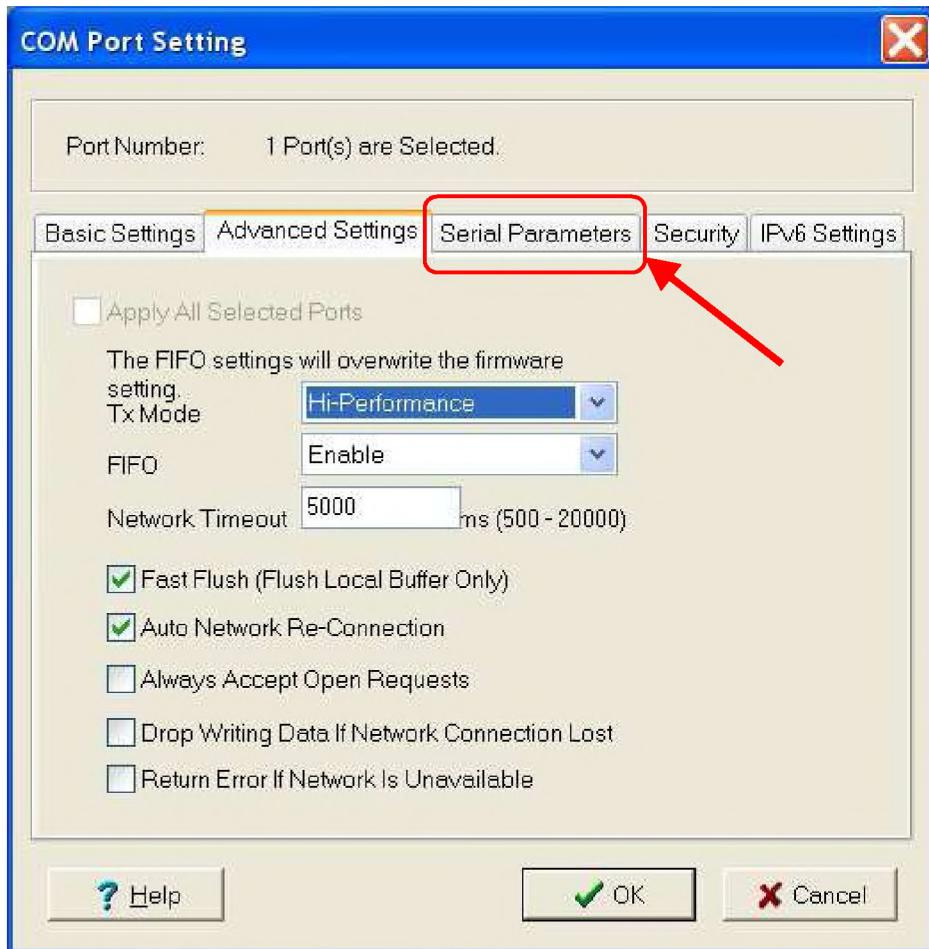

Рис. 16.16. Утилита «NPort Windows Driver Manager», параметры порта, «Advanced Settings».
16.19. Установите параметры порта так, как показано на Рис. 16.16. Далее перейдите на вкладку «Serial Parameters».